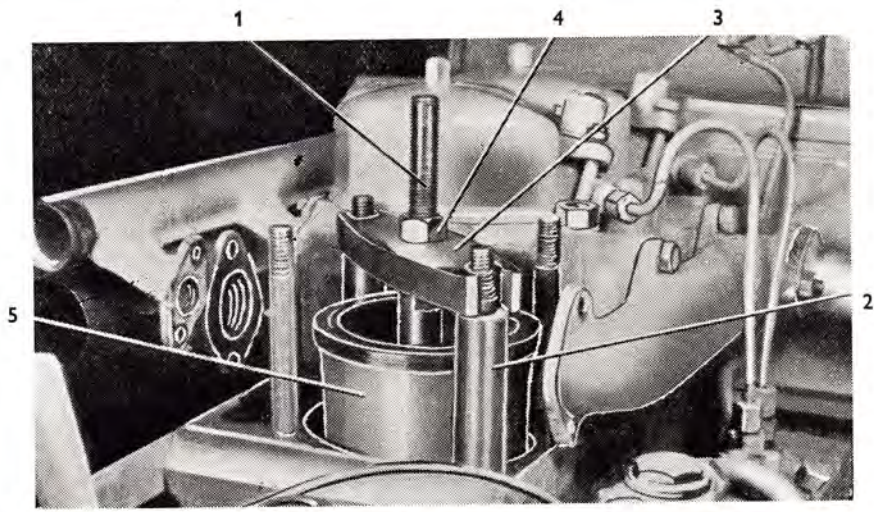

Abb. 76
1. Die Pleuelstange ist so zu drehen, damit man auf die unteren Ränder der Laufbuchse einen Abstützring aufsetzen kann, in den der Bolzen einer Spezialvorrichtung eingeschoben wird (Abb. 76/1). Der Abstützring ist mit einer Mutter M 16 zu sichern.
2. Auf zwei Zylinderkopfschrauben sind zwei Stützrohre (Abb. 76/2) aufzuschieben und auf diese ein Flansch (Abb. 76/3), durch dessen Mitte der Bolzen des unteren Abstützringes durchgeht. Der obere Teil des Bolzens besitzt ein Gewinde für die Mutter M 14. Durch Anziehen dieser Mutter (Abb. 76/4) ist die Laufbuchse (Abb. 76/5) aus dem Motor-Kurbelgehäuse herauszudrücken.